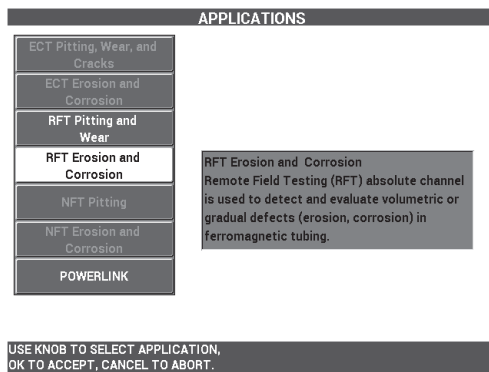

図 5-210 RFT 浸蝕および腐食アプリケーション
2. **続行** (A キー) を押し、ノブを回して **RFT 浸蝕および腐食** を選択してから  を押して確定します (280 ページの図 5-210 参照)。